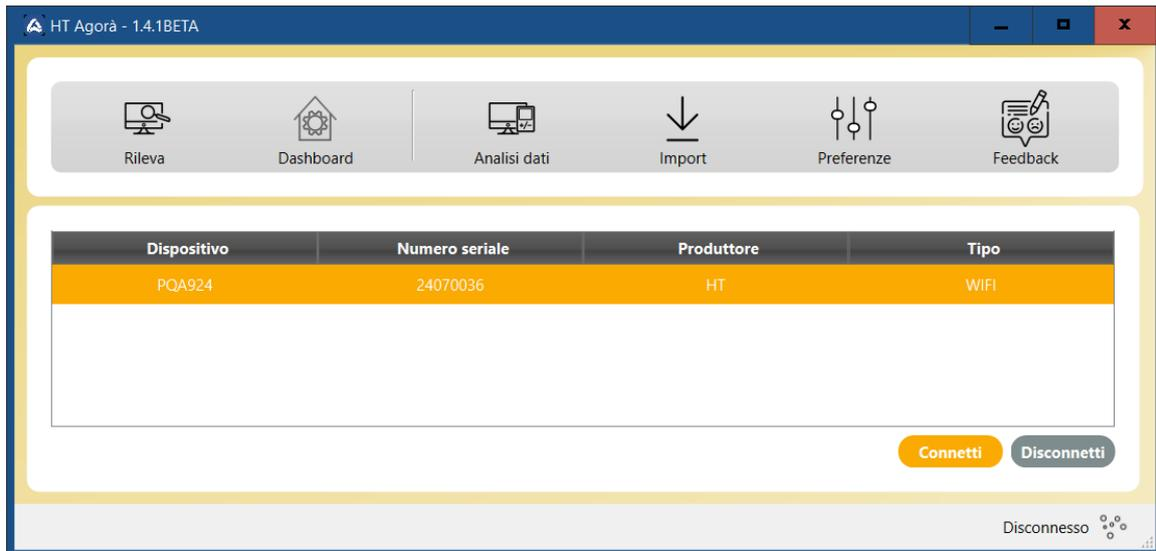

Fig. 85: Collegamento strumento con software HTAgorà e connessione WiFi
5. Cliccare sul tasto **“Rileva”** per rilevare lo strumento. Le indicazioni **“PQA924”** e il tipo di connessione **“WiFi”** sono mostrate come indicato nella Fig. 85